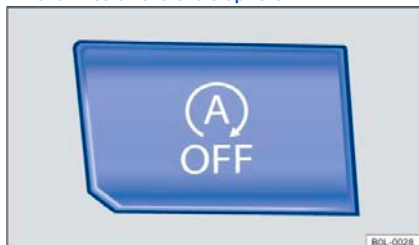

Рис. 82 Верхняя часть центральной консоли: Кнопка автоматической системы start-стоп
– Нажмите кнопку на центральной консоли  → рис. 82, чтобы выключить систему вручную. Контрольная лампа в этой кнопке загорается, когда автоматическая система start-стоп выключена.
– Активируйте систему, снова нажав кнопку на центральной консоли  → рис. 82.